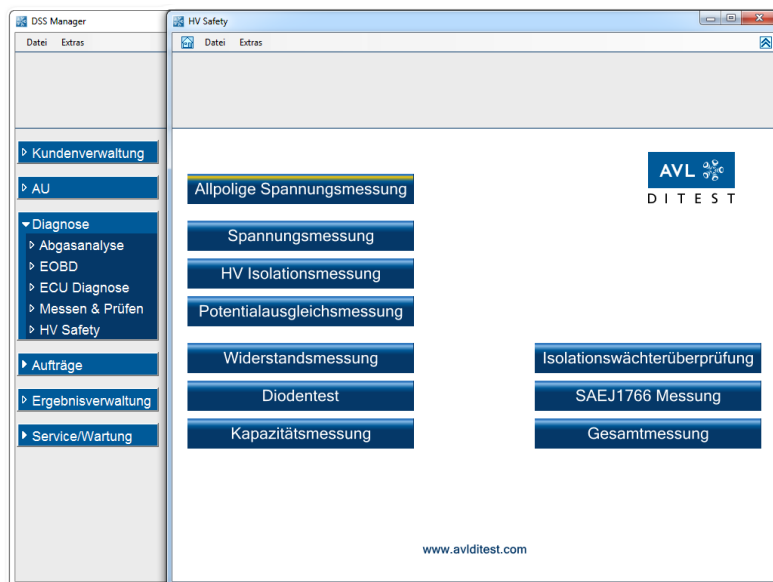

Abb. 3-1
Durch Aktivieren der jeweiligen Einträge erscheinen die Spezialmessfunktionen Isolationswächterüberprüfung, SAEJ1766 Messung und Gesamtmessung in der Messfunktionsauswahl am Startbildschirm der HV Safety Anwendung (siehe Abb. 3-1)
2. Klicken Sie auf **Diagnose | HV Safety**, (siehe Abb. 3-1).
1. Nach dem Klicken auf die Betriebsart **Allpolige DC Spannungsmessung**, siehe Abb. 3-1, erscheint ein Screen mit Sicherheitshinweisen.
1. Nach dem Klicken auf die Betriebsart **DC Spannungsmessung**, siehe Abb. 3-1, erscheint ein Screen mit Sicherheitshinweisen.
1. Nach dem Klicken auf die Betriebsart **HV Isolationsmessung**, siehe Abb. 3-1, erscheint ein Screen mit Sicherheitshinweisen.